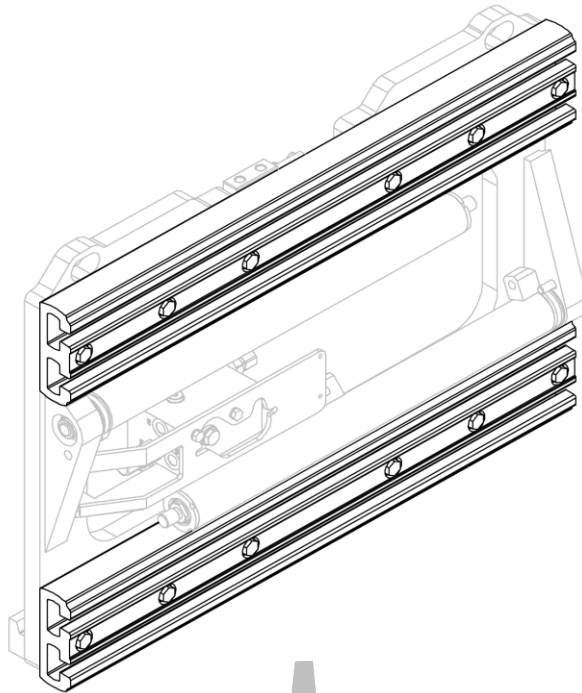
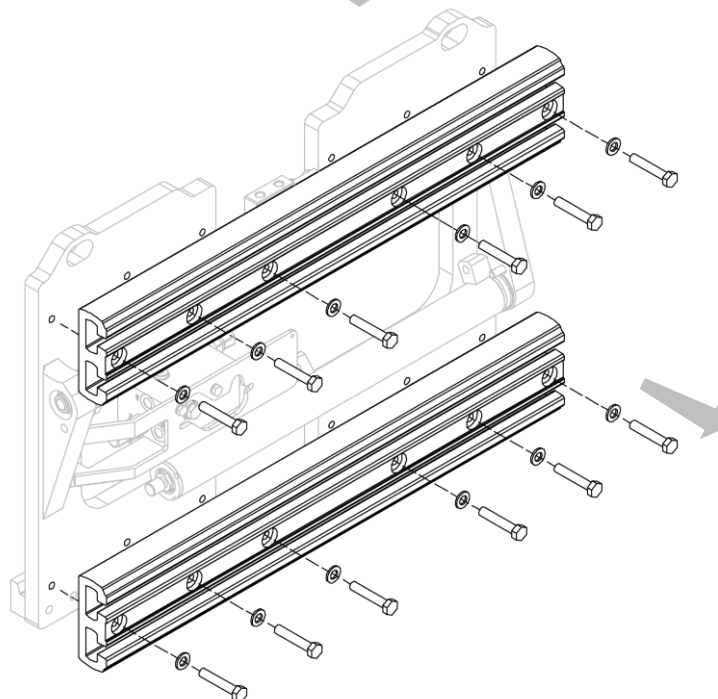

Figura 25
Figura 26
2. Remover los perfiles en aluminio después de desenroscar los tornillos (mira *Figura 25* y *Figura 26*).